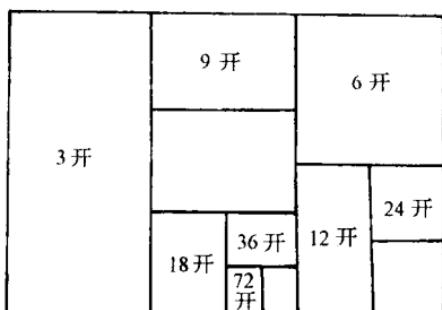

图 1-3
2. 畸开法。先将全张纸作等分3开、5开和7开。然后在此裁开的幅面上，再作对折，均分折，即可得到各种不同幅面尺寸的开本。畸开法中3开系列示意图如图 1-3。